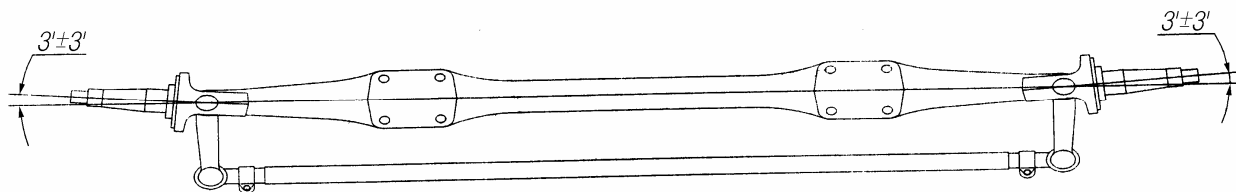

Рис. 11. Регулировка схождения колес
5. Отрегулировать длину поперечной рулевой тяги, обеспечивая угол схождения колес $3' \pm 3'$, затем затянуть гайку стопорного болта моментом 60-80 Н.м (рис. 11).